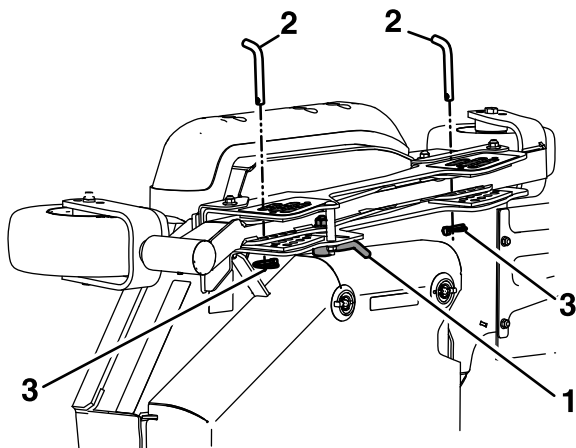

Figure 28
- B. Débloquez les verrous à came situés sur le profilé de hauteur de coupe du tablier latéral (Figure 28).
- D. Placez le tablier latéral à la hauteur adéquate et reposez les goupilles de hauteur de coupe et les goupilles à anneau (**Figure 28**).